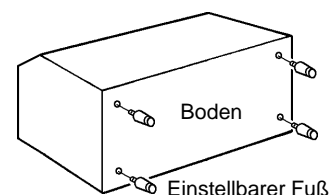

Abb. 3
- Den Vorratsbehälter vorsichtig auf die Rückseite legen, um Beschädigungen zu vermeiden. Die vier verstellbaren FüÙe (Zubehör für Vorratsbehälter) in die vier Gewindelöcher auf der Unterseite des Vorratsbehälters einschrauben. Siehe Abb. 3.